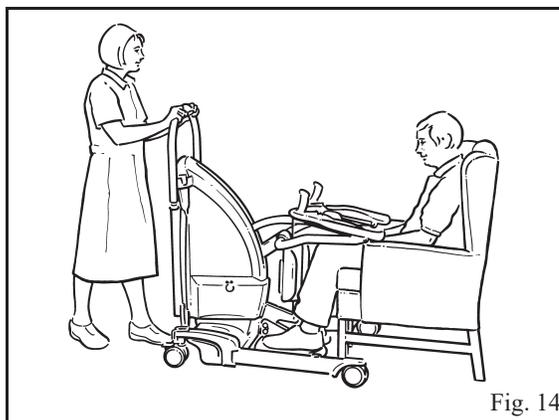

Fig. 14
4. **Pour les transferts :** lorsque le patient est prêt, lui porter assistance ou attendre qu'il place ses pieds sur le repose-pieds en poussant légèrement le Sara Plus vers le patient pour faciliter la manœuvre. (Voir fig. 14).